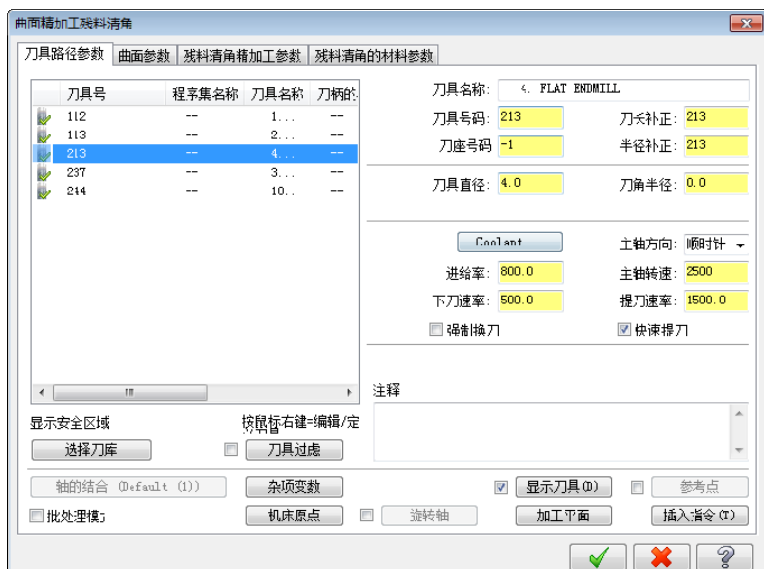

图 10-174 设置刀具路径参数
- ① 在刀具路径管理器的树状结构图空白区单击鼠标右键，在弹出的快捷菜单中选择“铣削刀具路径” | “曲面精加工” | “残料”命令。
- ② 在弹出的“选取工件的形状”对话框中选中“未定义”选项，并单击“确定”按钮 。
- ③ 根据系统提示选取吹风机的所有曲面并按回车键，最后在弹出的“刀具路径的曲面选取”对话框单击“确定”按钮 。
- ④ 设置刀具路径参数。在“刀具路径参数”对话框中单击  按钮，选取直径为 4mm 的平底刀，设置进给率为 800，下刀速率为 500，主轴转速为 2500，提刀速率为 1500，如图 10-174 所示。